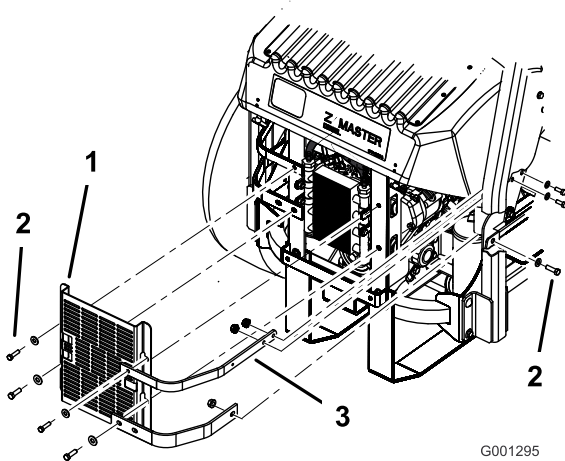

Figure 64
3. Enlevez les 4 boulons qui fixent l'écran du refroidisseur d'huile au bâti arrière (Figure 64).
4. Enlevez les 3 boulons qui fixent les barrettes du moteur au côté de la machine (Figure 64).
12. Montez l'écran du refroidisseur d'huile et les barrettes du moteur sur le bâti arrière au moyen des 4 boulons retirés précédemment (Figure 64).
13. Fixez les barrettes du moteur au côté de la machine (Figure 64).